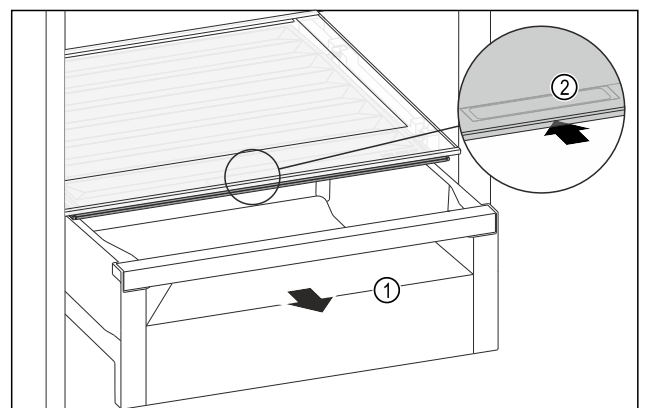

Fig. 141
- Schubfach Fig. 141 (1) herausziehen.
- Griffmulde Fig. 141 (2) am Fachdeckel anfassen und Fachdeckel gleichzeitig nach hinten schieben.